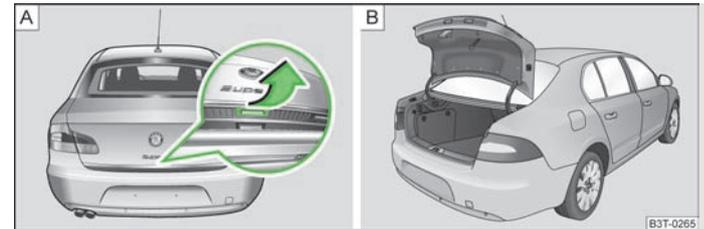

Fig. 18 Manípulo da tampa da bagageira / tampa pequena da bagageira aberta
Depois de destrancar o veículo, a tampa pequena da bagageira » **Fig. 18** pode ser aberta.
- Carregue no manípulo na parte inferior da tampa da bagageira » **Fig. 18** - **A**, a tampa da bagageira eleva-se automaticamente » **Fig. 18** - **B**.